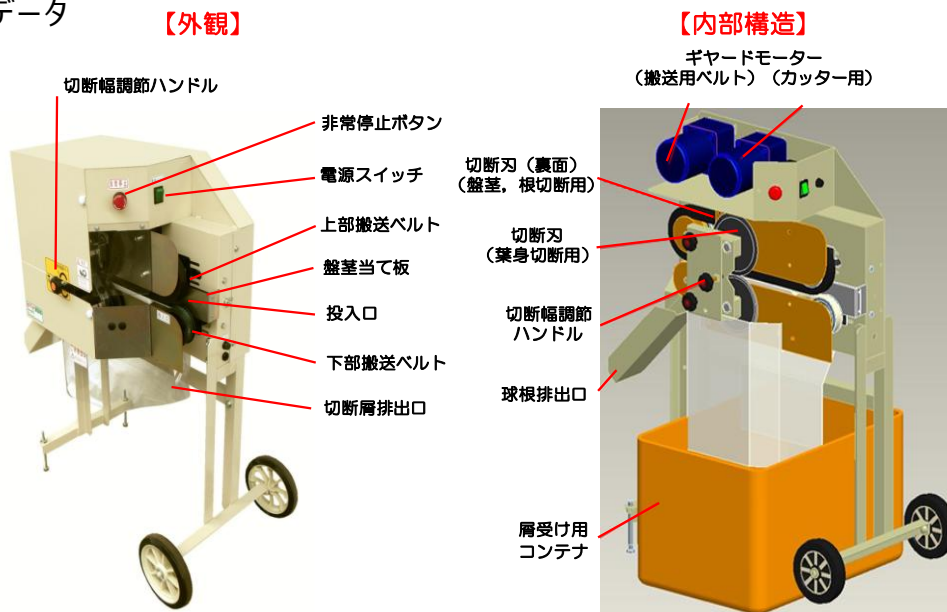

図 1 実用化した球根調製機の各部名称
- 2) 本機を利用した球根調製の作業手順は以下のとおりです(図 1, 2)。